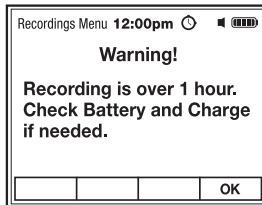

Fig. 9
- Pulse el botón **F4 OK** para iniciar la grabación si la batería está completamente cargada (Fig. 9).